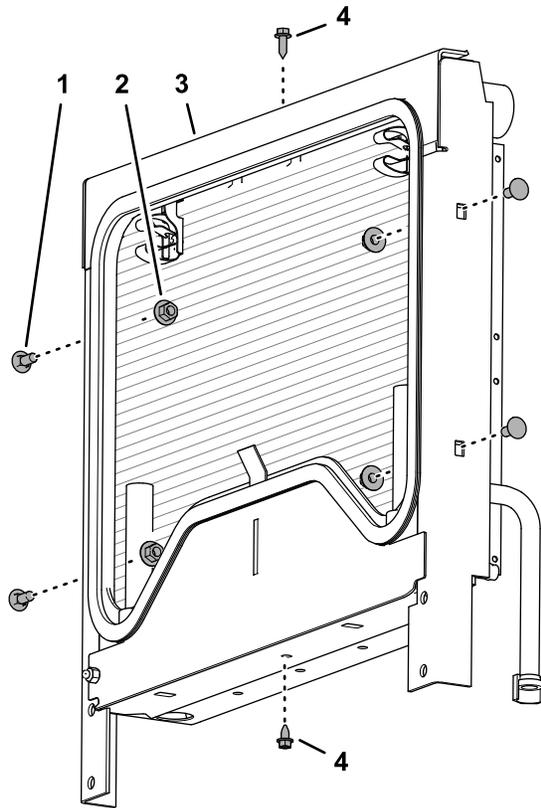

图22
1. 卸下将安装架固定至散热器的 2 个凸缘头螺丝图22。
2. 卸下将安装架固定到散热器的 4 个托架螺栓和 4 个锯齿凸缘螺母图22。